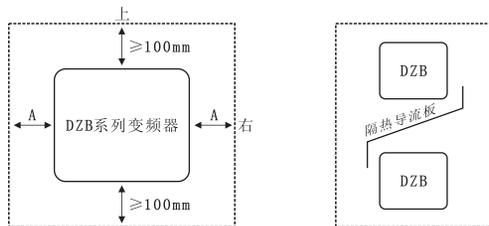

图3-1 DZB系列变频器安装示意图
1) 请垂直安装变频器, 便于热量向上散发。但不能倒置。若柜内有较多变频器时, 最好是并排安装。在需要上下安装的情况, 请参考图3-1的示意图, 安装隔热导流板。
2) 安装空间照图3-1所示。保证变频器的散热空间。但布置时请考虑柜内其他器件的散热情况。